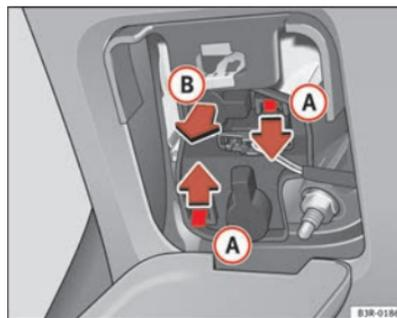

Fig. 220 Desmontar o porta-lâmpadas
- Faça pressão sobre as linguetas **(A)** ⇒ fig. 220 no sentido das setas e extraia o porta-lâmpadas puxando no sentido indicado pela seta **(B)**.